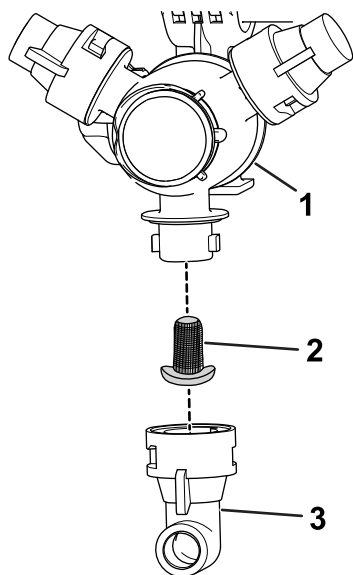

図 107
2. タレットからノズルを外す 図 107。
3. 古いノズルフィルタ 図 107 を外す。
4. 新しいノズルフィルタを取り付ける 図 107。
5. タレットにノズルを取り付ける 図 107。